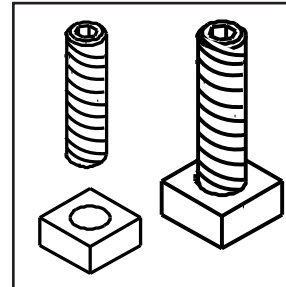

Figure 20.2
8. Vissez les boulons Allen dans les écrous jusqu'à ce qu'ils soient à égalité (**Figure 20.2**).